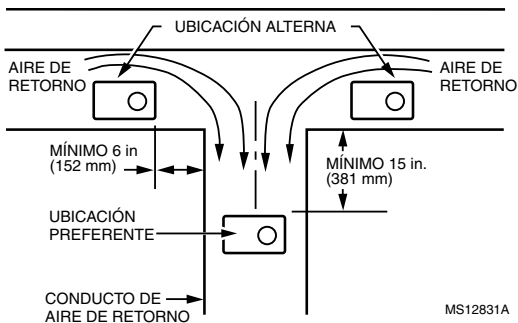

Fig. 3. Elección de la ubicación del conducto para el humidistato.
El humidistato deberá estar montado por encima del humidificador o del conducto de derivación para lograr que detecte adecuadamente la humedad relativa del espacio habitable. Ubique el control al menos 8 in (203 mm) por encima del humidificador en el conducto de aire de retorno. (Consulte la Fig. 3.)
2. Aplique la plantilla al conducto de retorno (consulte la Fig. 3 en la página 6). Compruebe que la plantilla esté nivelada antes de perforar los agujeros. (Se recomienda el uso de un nivel pequeño).